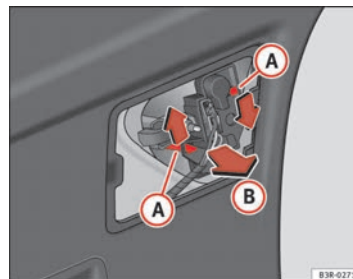

Fig. 234 Desmontar el portalámparas
- Haga presión sobre las lengüetas **A** ⇒ **página 299, fig. 234** en el sentido de las flechas y extraiga el portalámparas tirando en el sentido que indica la flecha **B**.